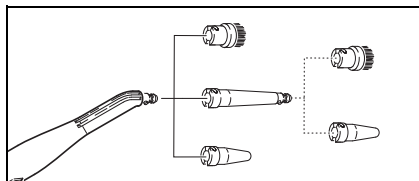

Abb. 8
- Die Punktstrahl­düse (D1) kann auch mit der Ver­längerung (D2), der Rundbürste (D3) oder der Powerdüse (D4) verwen­det werden (siehe Abb. 8).